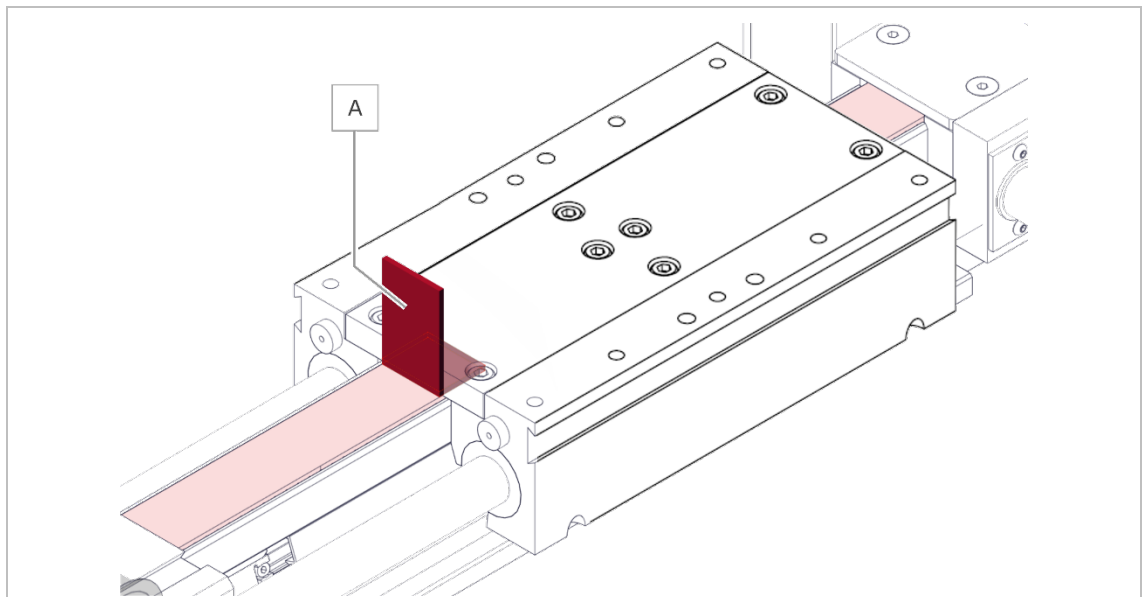

Abbildung 9 Messung am Modul easyLINE Langschlitten durchführen
- Bei der Ausführung mit Langschlitten muss der Zahnriemen mittels eines Messwinkels [A], welcher bündig zur Stirnkante des Schlittens zwischen Schlitten und Riemen geklemmt wird, fixiert werden, um ein Schwingen unterhalb der Schlittenplatte zu verhindern (siehe Abbildung 9).